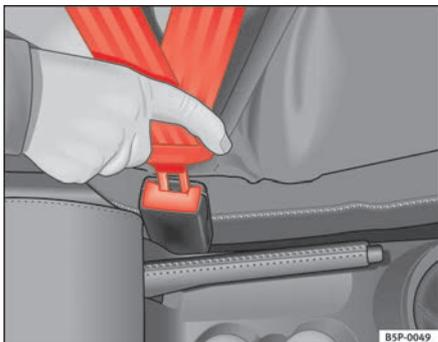

Fig. 12 Fecho e lingueta do cinto de segurança
- Inserir a lingueta do fecho na respectiva ranhura, até se ouvir o seu encaixe ⇒ fig. 12.